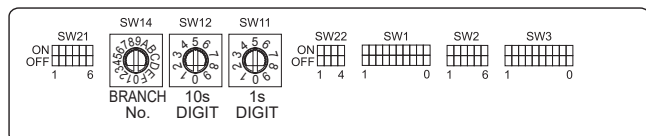

Fig. 6-6
6.4. Définition des adresses (Fig. 6-6)
6.5. Réglage du commutateur pour différentes hauteurs de plafond (Fig. 6-6)
6.6. Détection de la température ambiante via le capteur intégré d'une télécommande (Fig. 6-6)